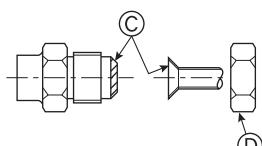

Fig. 4-8
Ⓑ (Fig. 4-8)
4.4. Anslutningsrör (Fig. 4-8)